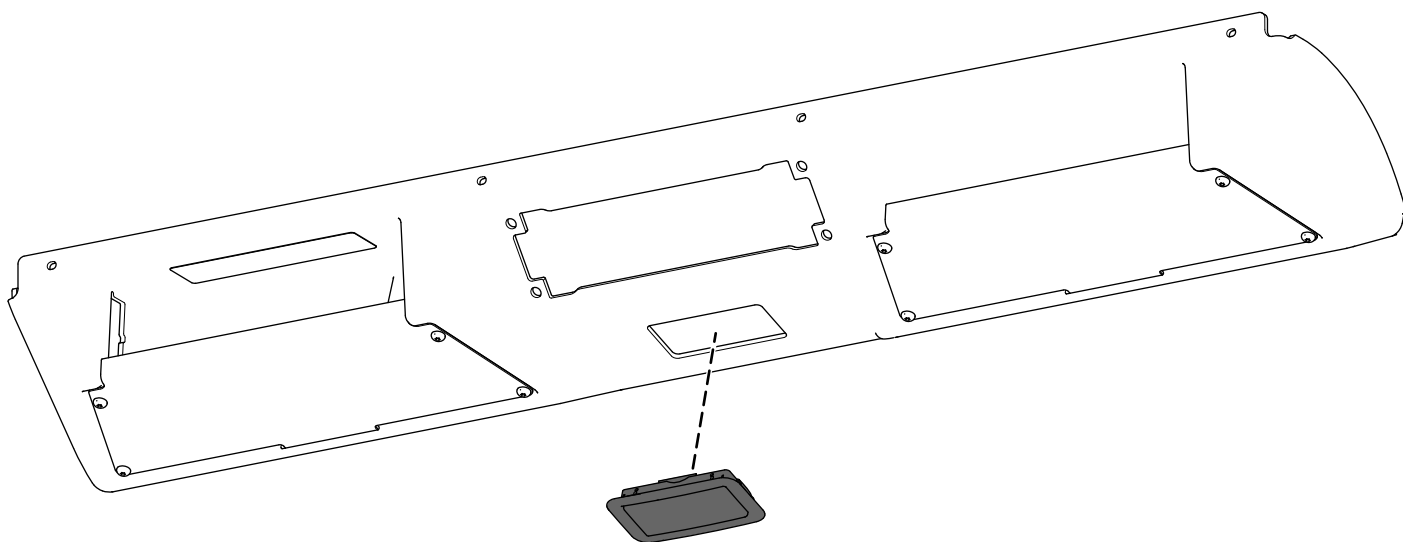

Рисунок 3
1. Установите плафон внутреннего освещения на потолочную консоль (Рисунок 3).